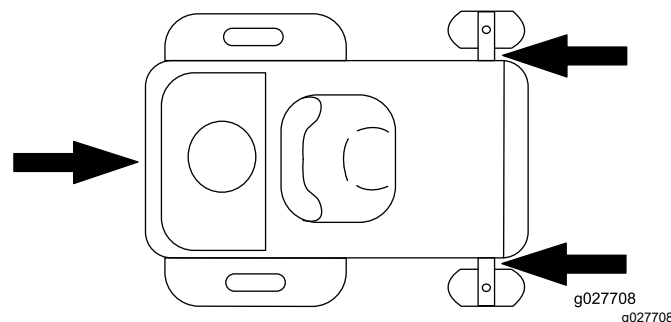

Figura 40
- Ancorate saldamente la macchina al rimorchio o all'autocarro per mezzo di cinghie, catene, cavi o corde; Utilizzate solo le quattro posizioni di ancoraggio designate sul tosaerba: 2 sul lato sinistro e 2 sul lato destro (Figura 40). Utilizzate queste posizioni anche per il trasporto del tosaerba con un accessorio collegato. L'utilizzo di posizioni non designate può causare danni al tosaerba e/o all'attrezzo.